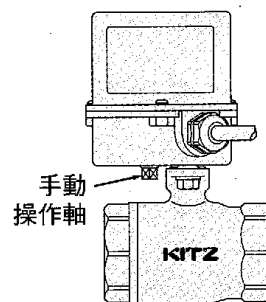
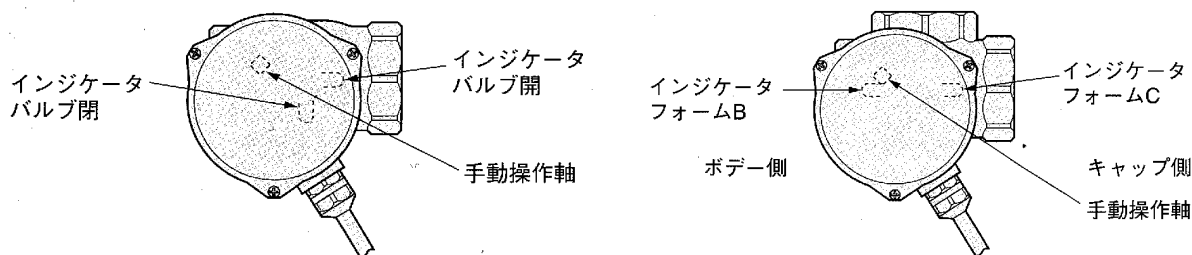

図19
図20
- ① 手動操作軸は図 19 の通りアクチュエータ下部にあります。
- ② 手動操作軸（ $\square 5.5$ ）を、スパナを使用しゆっくり回します。
- ③ 図 20 はアクチュエータの上部から見た図で、O・S 及び操作方向矢印は、アクチュエータの下面に表記されています。